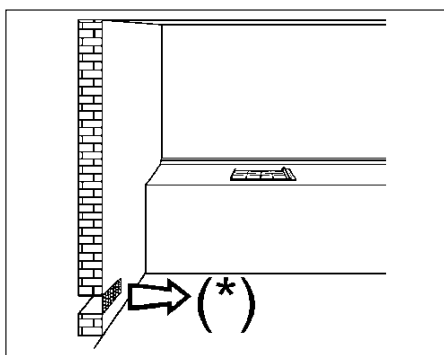
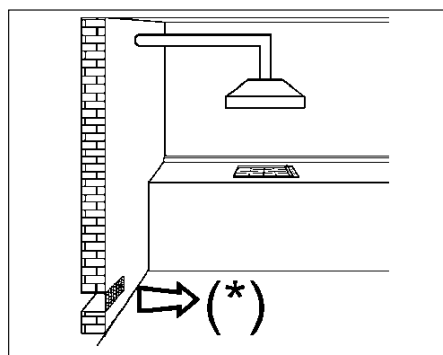
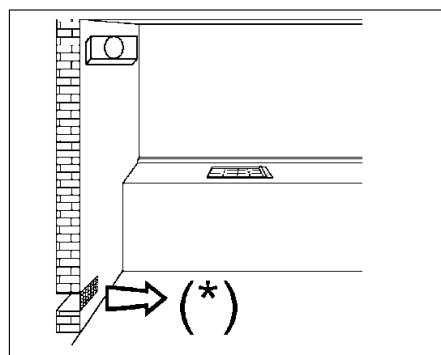

Abb. 3
Abb. 4
Abb. 5
- wenn man ein Gaskochgerät benutzt, entstehen Wärme und Feuchtigkeit in dem Raum, in dem es installiert ist. Daher ist für eine gute Lüftung des Raumes zu sorgen, indem man die Öffnungen für die natürliche Belüftung (Abb. 3) freihält und die mechanische Belüftungsvorrichtung (Abzughaube oder Elektroventilator, Abb. 4 und Abb. 5) einschaltet.
Die durch Gaskochgeräte entstandenen Verbrennungsrückstände müssen immer durch mit dem Kamin oder Kaminrohre verbundene Abzugshauben oder direkt ins Freie geleitet werden (siehe Abb. 4). Für den Fall, dass keine Möglichkeit für die Anbringung einer Abzugshaube existiert, ist auch der Gebrauch eines im Fenster oder in der Wand angebrachten Ventilators zulässig, der die Verbrennungsrückstände nach außen ableitet. Der Ventilator ist dabei zugleich mit dem Gerät einzuschalten (siehe Abb. 5), wobei auf jeden Fall die die Ventilation betreffenden Vorschriften in den Normen beachtet werden müssen.